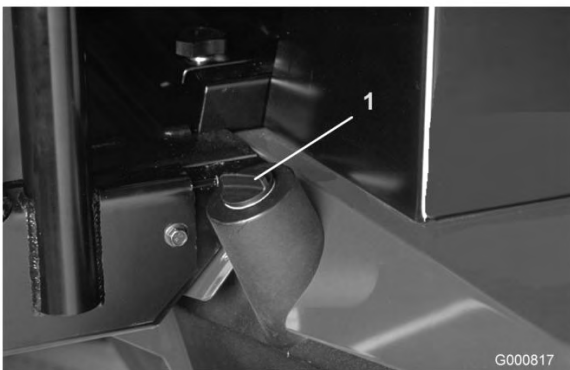

Figura 36
2. Pulite attorno al collo del bocchettone e del tappo del serbatoio idraulico (Figura 36). Togliete il tappo dal collo di riempimento.